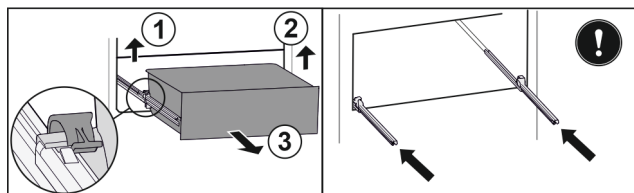

Fig. 83
- ▶ 提起左侧夹子，同时将抽屉左侧向前拉。 Fig. 83 (1)
- ▶ 提起右侧夹子，同时将抽屉右侧向前拉。 Fig. 83 (2)
- ▶ 朝前取出抽屉。 Fig. 83 (3)